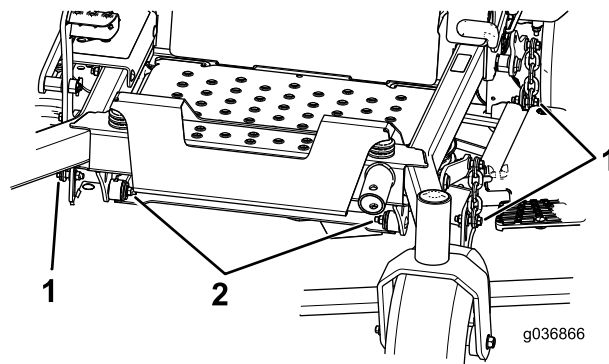

Figura 113
7. Retire y guarde los pernos y las tuercas de ambos lados de la máquina (**Figura 113**).